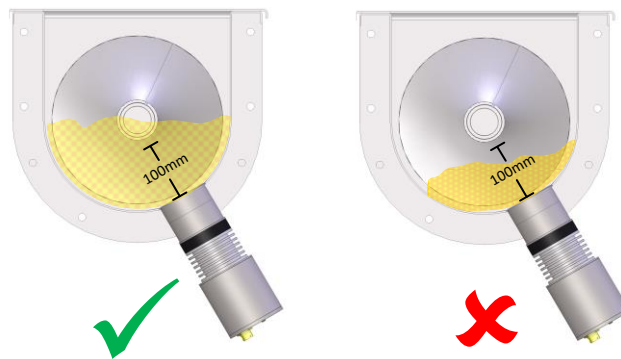

图 7：螺旋输送机物料位
- 保持稳定的物料填充水平，确保传感器陶瓷盘前的物料深度始终高于 100 毫米(见图 7)。